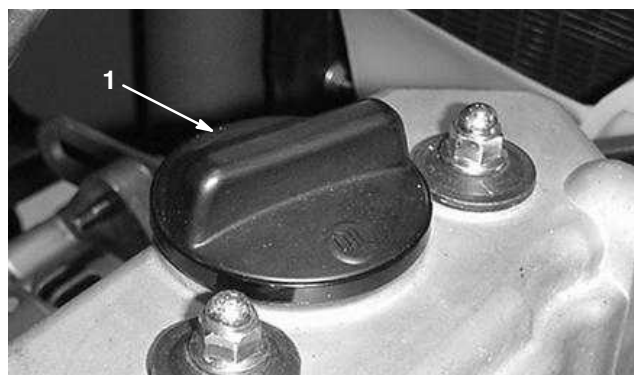

Figure 18
3. Si le niveau d'huile est bas, enlevez le bouchon de remplissage (Fig. 18) et ajoutez de l'huile jusqu'à ce que le niveau atteigne le repère maximum (FULL) sur la jauge.